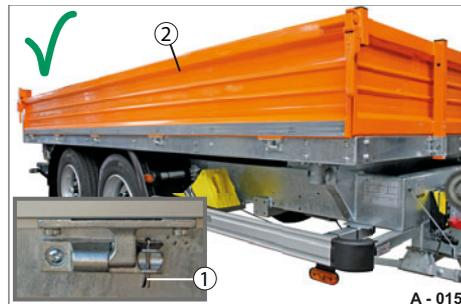

Abb. 16 Bordwand montiert (Fahrstellung)
- ▶ Stecken Sie in eins der Scharniere den Sicherungssplint (Abb. 16/1) ein. Ersetzen Sie ggf. einen demolierten Sicherungssplint.
- ▶ Klappen Sie die Bordwand (Abb. 16/2) hoch.